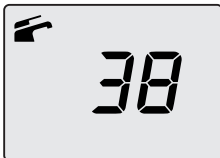

Figura 2.5
- El display LCD muestra la temperatura de la caldera (circuito primario) y el símbolo  (Figura 2.5).